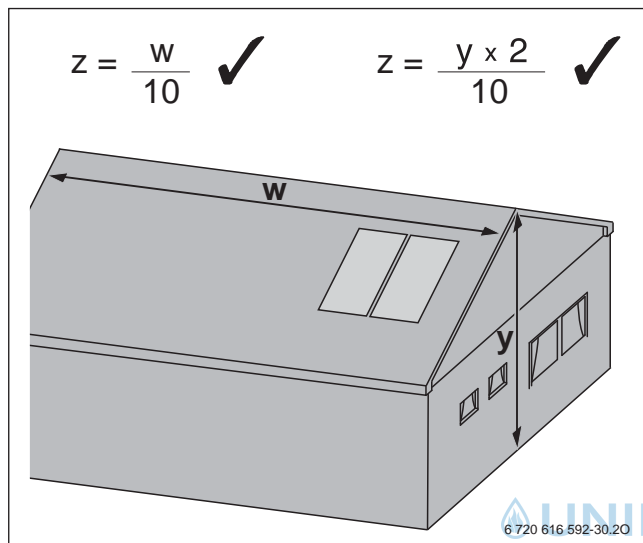
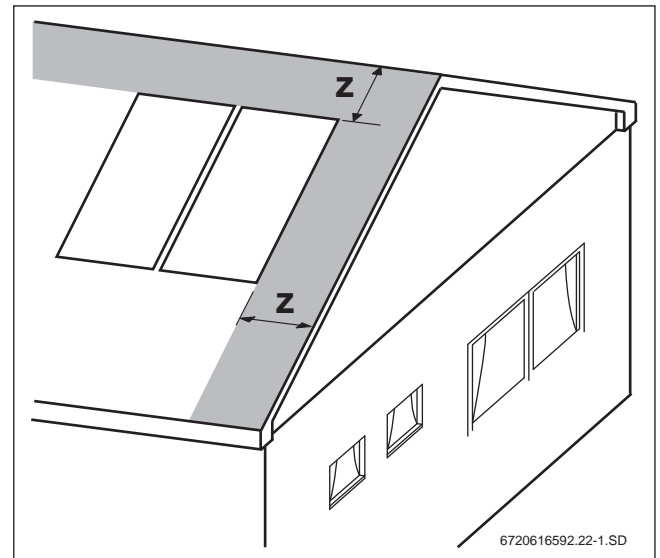

Bild 182 Mögliche Formeln zur Berechnung des Mindestabstands vom Randbereich
Bild 183 Mindestabstand vom Randbereich auf geneigten Dächern
- Zum Randbereich des Dachs Mindestabstände gemäß Bild 182 und Bild 183 einhalten.